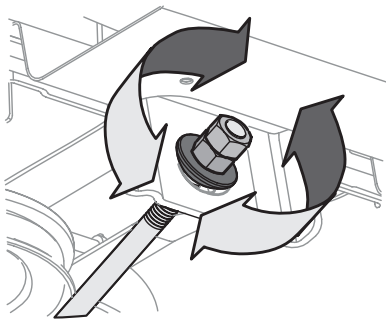

Figure 21
4. Pour **relever** l'avant du plateau de coupe, desserrez l'écrou supérieur, puis resserrez l'écrou inférieur (tournez vers la droite). Voir Figure 21. Une fois le réglage approprié effectué, serrez l'écrou supérieur à un couple de 25-30 pi-lb (33,9-40,7 N-m).
5. Pour **abaisser** l'avant du plateau de coupe, desserrez l'écrou supérieur, puis l'écrou inférieur (tournez vers la gauche). Voir Figure 21. Une fois le réglage approprié effectué, serrez l'écrou supérieur.